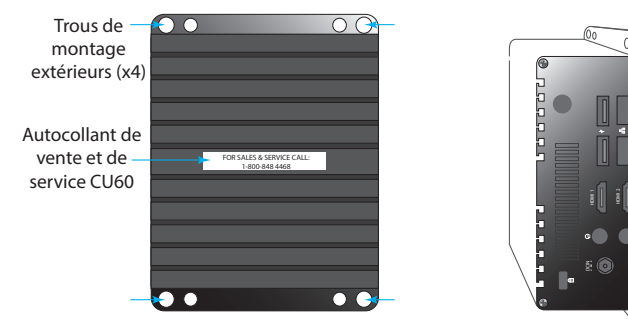

Fig. 1.6
- Fixez le CU avec la plaque au mur en utilisant le matériel nécessaire (vis et ancrages muraux si nécessaire) ; voir Fig. 1.6.